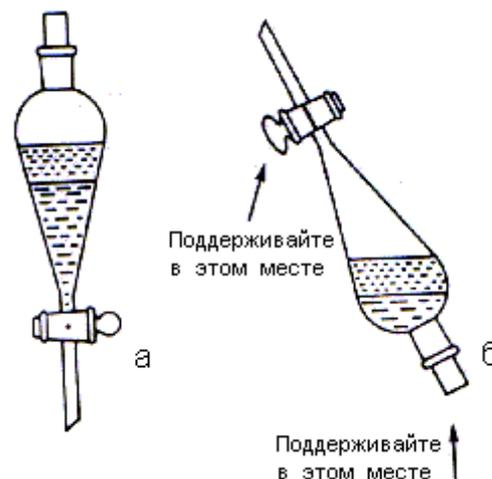

Рис. 3.1. Делительная воронка (а); положение делительной воронки для стравливания избыточного давления (б).
Простую экстракцию обычно выполняют в делительной воронке (рис. 3.1). Сам процесс экстракции включает в себя следующие операции:
*Возьмите воронку в руки и, придерживая пробку одной рукой, а закрытый кран – другой, переверните воронку и плавными круговыми движениями вращайте ее в течение нескольких секунд, чтобы образовался водоворот (но не трясите!). При перевернутой воронке откройте кран, чтобы стравить избыточное давление (рис. 3.1, б) (давление внутри воронки может быть значительным при использовании легко летучих растворителей). Закройте кран, повращайте воронку более энергично и стравите давление снова. Прделайте это несколько раз до прекращения увеличения давления. После этого делительную воронку можно потрясти, чтобы перемешать её содержимое. Не нужно трясти слишком энергично или долго, так как может образоваться трудно расслаиваемая эмульсия.*